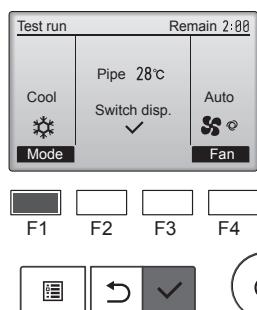

Fig. 7-3
- ① Naciąść przycisk [F1], aby zmienić tryb pracy. (Fig. 7-3)